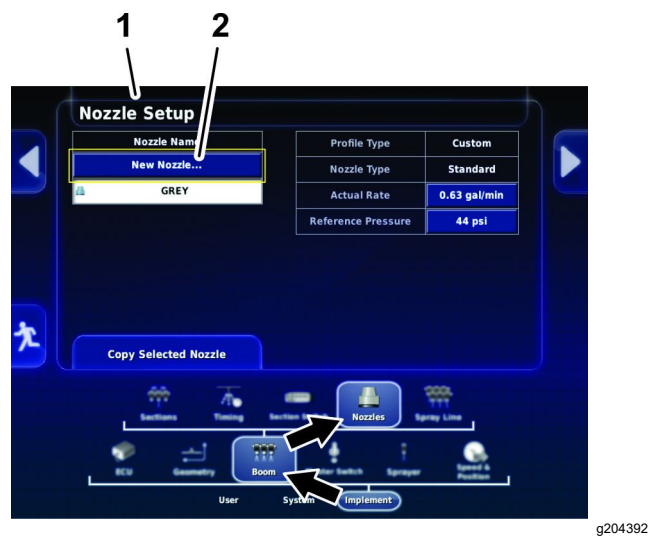

图 76
- 3. 按工作部件图标、喷洒臂图标和喷嘴图标图 76。
- 4. 在喷嘴设置屏幕上按屏幕顶部的新喷嘴...图标图 76。